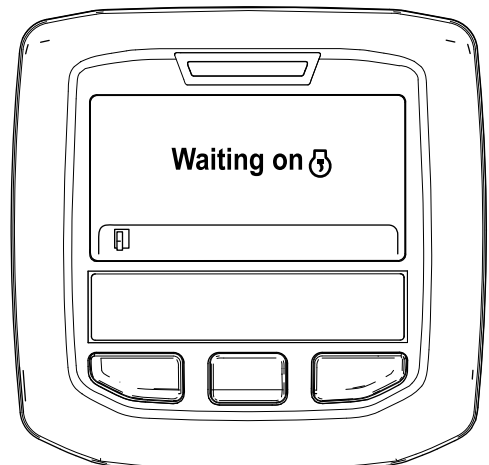

Figura 47
- B. Surge a mensagem "Waiting on [engine icon]" (À espera de) (Figura 47).